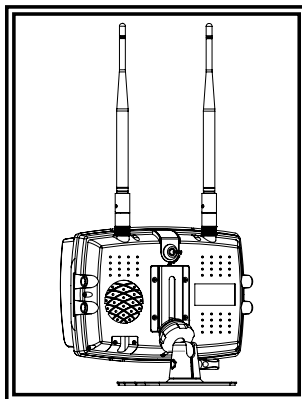

Figura 7
4. Instale el monitor y el visor de sol en el pedestal como se muestra en la Figura 7. Ajuste la posición del monitor para conseguir el mejor ángulo de visualización antes de ajustar el tornillo fijo en el montaje del pedestal. Fije las antenas para que apunten hacia arriba.